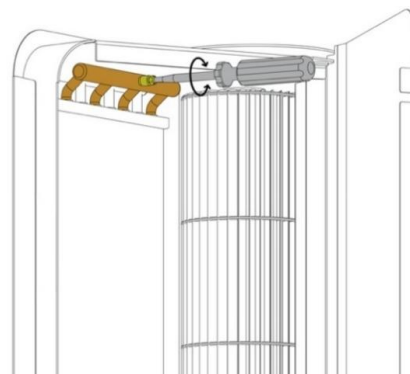

FIG. 17.2. SUPAPĂ DE VENTILAȚIE ÎNCORPORATĂ.
1. Se recomandă utilizarea supapelor de ventilație și aerisire în punctul cel mai înalt al instalației. La montarea unității pe verticală, ventilația trebuie efectuată folosind supapa încorporată (Fig. 17.2), protejând componentele rămase ale unității de deteriorări sau scurgeri.